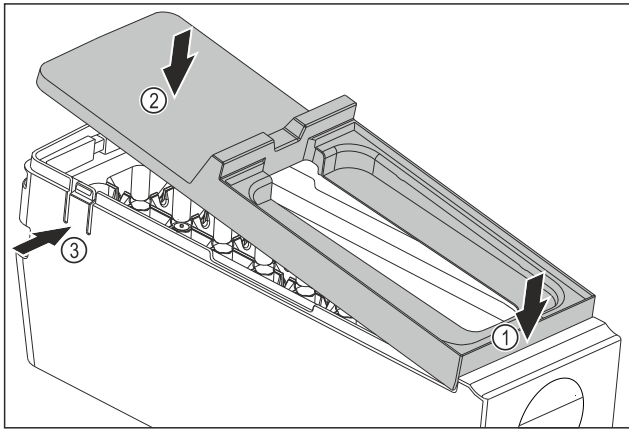

Fig. 114
- ▶ Встановіть кришку корпусу EasyTwist-Ice: Прикріпіть кришку спереду. Fig. 114 (1)
- ▶ Опустіть кришку ззаду. Fig. 114 (2)
- ▷ Кришка зі звуком фіксується в обох виступах Fig. 114 (3).